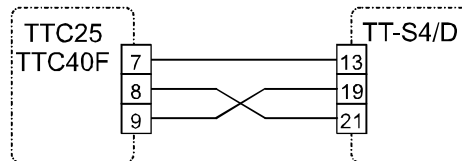

Fig. 1
- Bild 1 Anschluss eines TTC40F/TTC25, wird das System von einem an einen TTC40F/TTC25 angeschlossenen Fühler geregelt.
- Fig. 1 Raccordement du TTC40F/TTC25 quand le système est commandé par une sonde connectée au TTC40F/TTC25